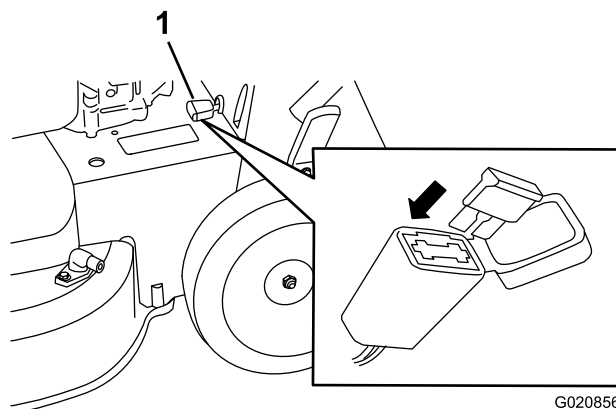

Рисунок 36
1. Откройте герметичный держатель предохранителя и замените предохранитель (**Рисунок 36**).